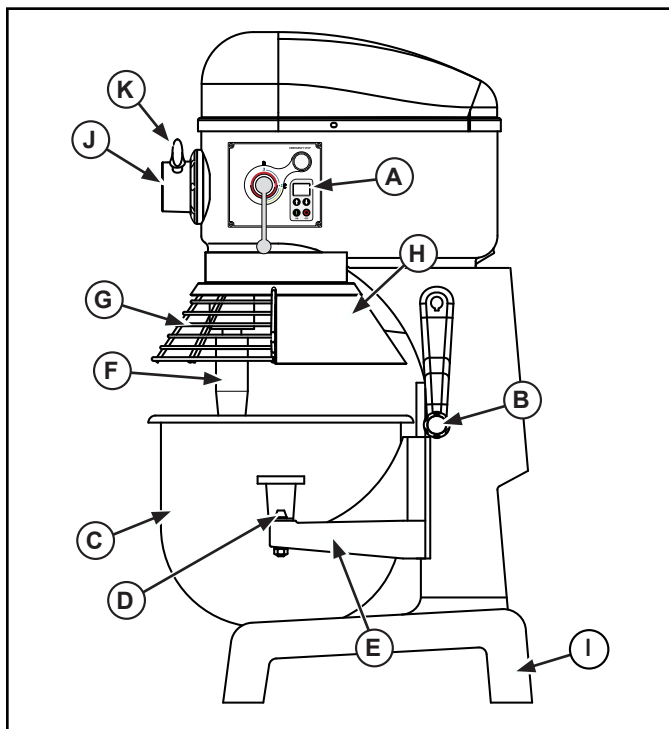

Abbildung 3. 44-l-Mixer – Funktionsmerkmale und Bedienelemente.
- Die Schlüssel-Schutzblende (G) schließen. Siehe Abbildung 3 oder 4. Die Schutzblende muss geschlossen sein, damit der Mixer eingeschaltet werden kann. Wenn die Schutzblende offen oder nicht richtig geschlossen ist, lässt sich der Mixer nicht in Betrieb nehmen.